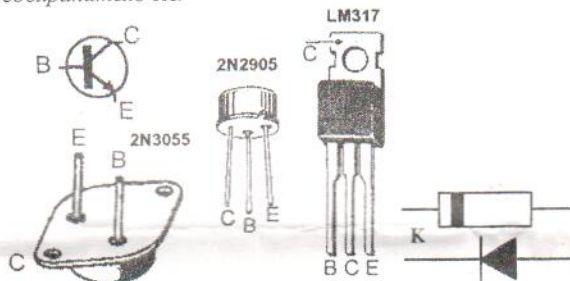

Рис.3 Цоколевка радиоэлементов
- проверьте правильность установки микросхемы, транзисторов и диодов (цоколевка элементов на рис.3);